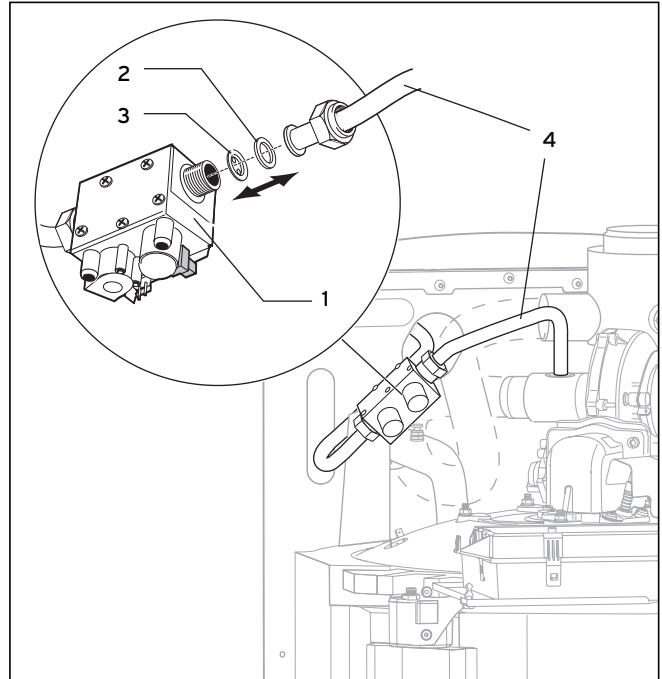

Рис. 8.5 Замена газовой арматуры
- **Вставьте заглушку (рис. 8.5 (3), не для VKK 656)**